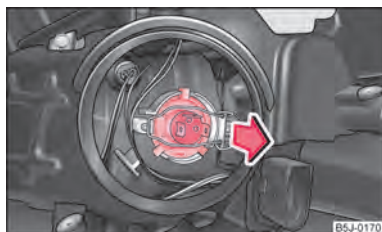

Fig. 153 Demontarea becului luminii de întâlnire și drum
- Scoateți conectorul din lampă, deblocați mânerul din sârmă și extrageți lampa spre spate ⇒ fig. 153.